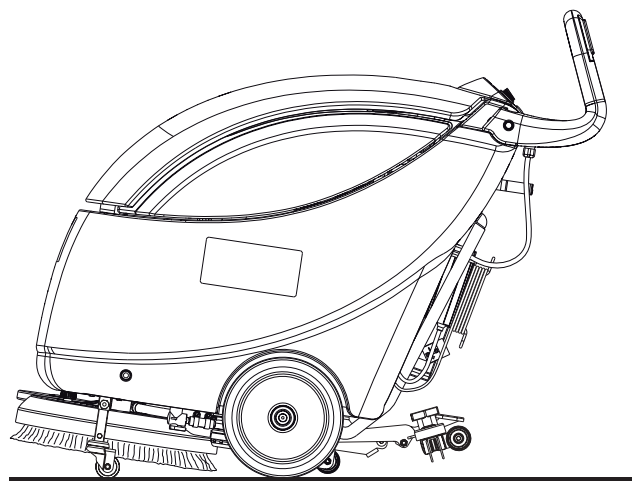

Рис. 5
8. Высвободите щетку, нажав на кнопку (61).
9. Поверните кнопку (63) в положение «0», и выключите двигатель вакуумной системы.
10. Поверните кнопку (62) в положение «0», и выключите двигатель щетки.
11. Установите фиксирующий штифт (24) и включите парковочное устройство машины (23а), чтобы щетки/ прокладкодержатели были подняты (см. рис. 5).
1. Выключите машину, повернув кнопку (62) и (63) в положение «0».
2. Поднимите швабру (59).
3. Установите фиксирующий штифт (24) и включите парковочное устройство машины (23а), чтобы щетки/прокладкодержатели были подняты (см. рис. 5).
5. Чтобы по окончании работы не тянуть щетку/прокладку по полу и не оставлять мокрые следы, снимите щетку/прокладку с платформы с помощью выпускного устройства (описание этого действия см. в следующем разделе), затем установите ее на опору (43).